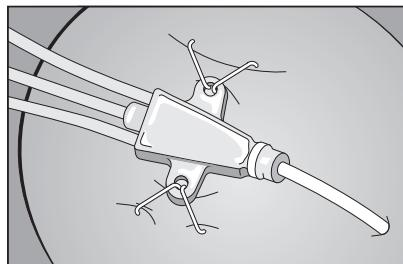

Figura 2
4. Aperte firmemente o dispositivo de ancoragem para fechar o agrafa e fixar o cateter à pele (consulte a Figura 2).